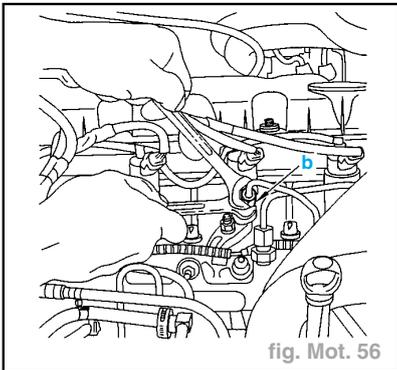

fig. Mot. 56
- Desserrer le raccord (9).
- Déposer le tube d'alimentation haute pression (8).
- Appliquer un contre-couple en "b" (fig. Mot. 56).